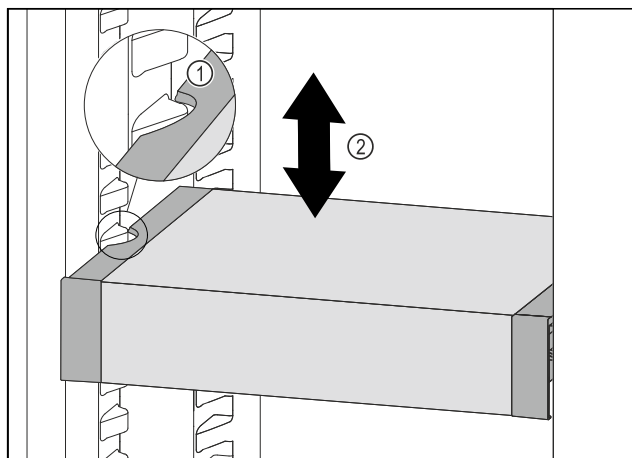

Fig. 92
- Tirare VarioSafe in avanti fino a quando le cavità laterali di VarioSafe non si trovano al livello della nervatura del contenitore nel vano frigorifero. *Fig. 92 (1)*
- Spostare VarioSafe verso l'alto o verso il basso nel vano frigorifero fino a raggiungere l'altezza desiderata. *Fig. 92 (2)*